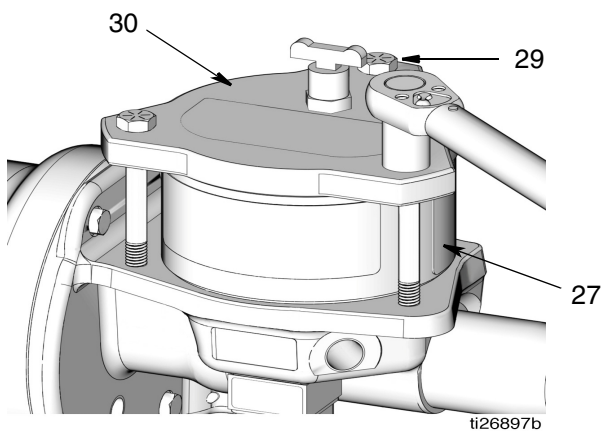

Рис. 16
10. Используйте гаечный ключ для извлечения стяжных стержней (29). Ослабляйте затяжку стержней крест-накрест, соблюдая осторожность с постепенным ослаблением затяжки каждого стержня до тех пор, пока все стержни не будут полностью освобождены. Извлеките стяжные шпильки (29). См. Рис. 16.
11. Снимите крышку (30) с резервуара (27) (Рис. 16).